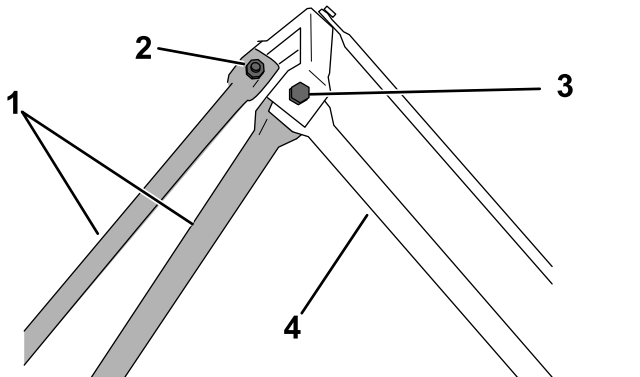

Figure 7
- Fixez les 2 tubes de cadre latéraux et les 2 montants avant sur le tube de cadre avant (Figure 7).